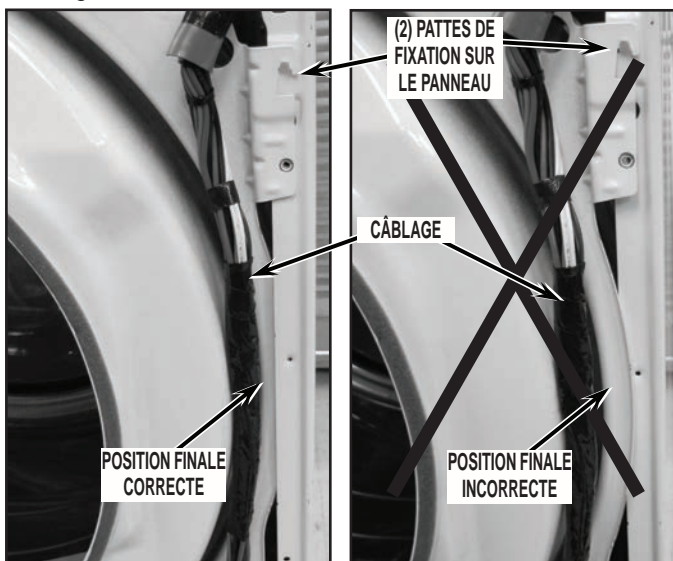

FIGURE 36
- Rabattre la tôle de cloisonnement avant sur l'avant de la sécheuse et réinstaller les deux (2) agrafes d'arrimage du câblage sur la face avant de la tôle de cloisonnement. Lors de la mise en place et de l'accrochage de la tôle de cloisonnement sur la sécheuse, veiller à ne pincer aucun conducteur du câblage, et veiller à engager la section centrale de la tôle de cloisonnement derrière la rive du panneau latéral; voir la *Figure 36* et la *Figure 13*.